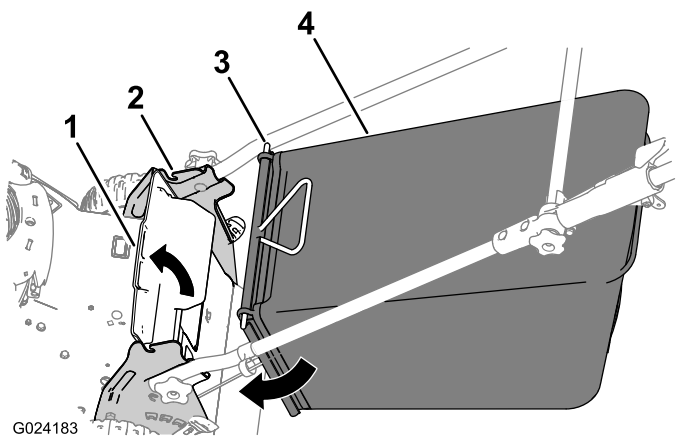

Figura 14
1. Tirate verso l'alto il deflettore posteriore (Figura 14).
2. Inserite le estremità dell'asta del cesto di raccolta nelle tacche nelle staffe della stegola (Figura 14).